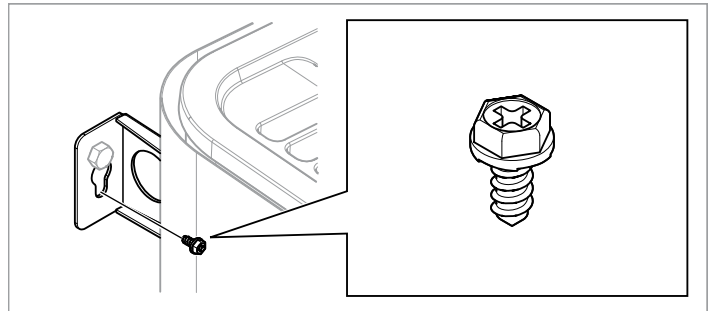

Abb. 13: Sicherungsschraube der Halterung
- Sichern Sie den Ofen mit der Sicherungsschraube, siehe Abb. 13.